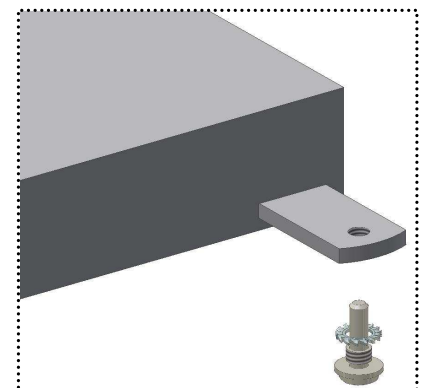

Fig. 1
- Colocar los pernios inferiores con arandela de cierre a prueba de sacudidas en el dobladillo de fijación de la puerta (Fig.1);